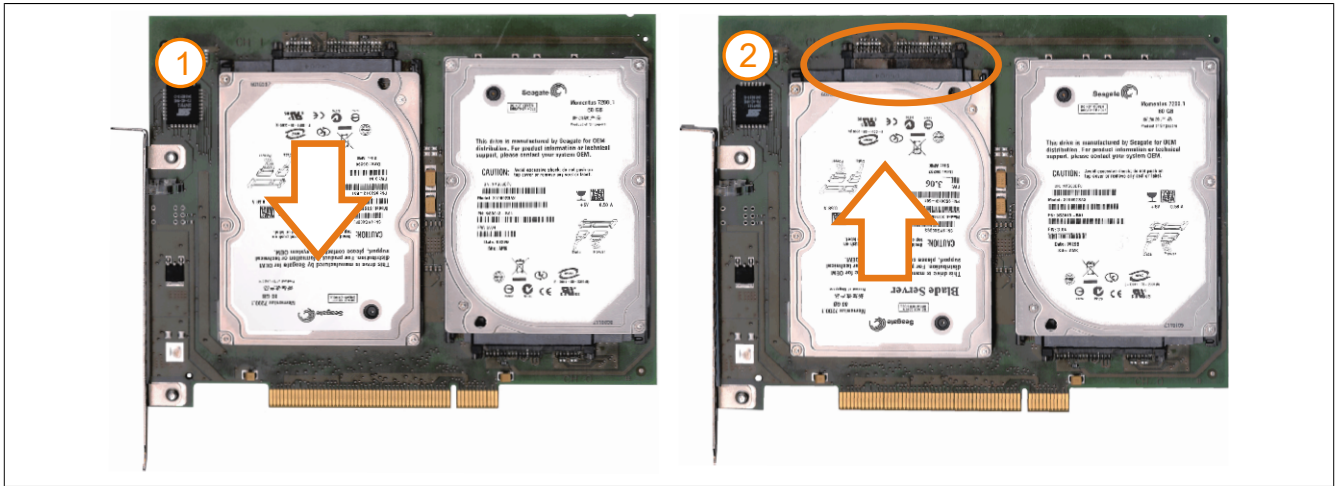

Abbildung 188: Hard Disk Tausch
6. Vorderseitig die Hard Disk nach unten hin wegschieben (Abb. 188: Hard Disk Tausch - linkes Bild).
7. Neue Hard Disk vorsichtig in die Steckverbindung (Abb. 188: Hard Disk Tausch - rechtes Bild) aufstecken und dabei die Hard Disk nur an der Stirnseite, nicht an der Oberseite, berühren.